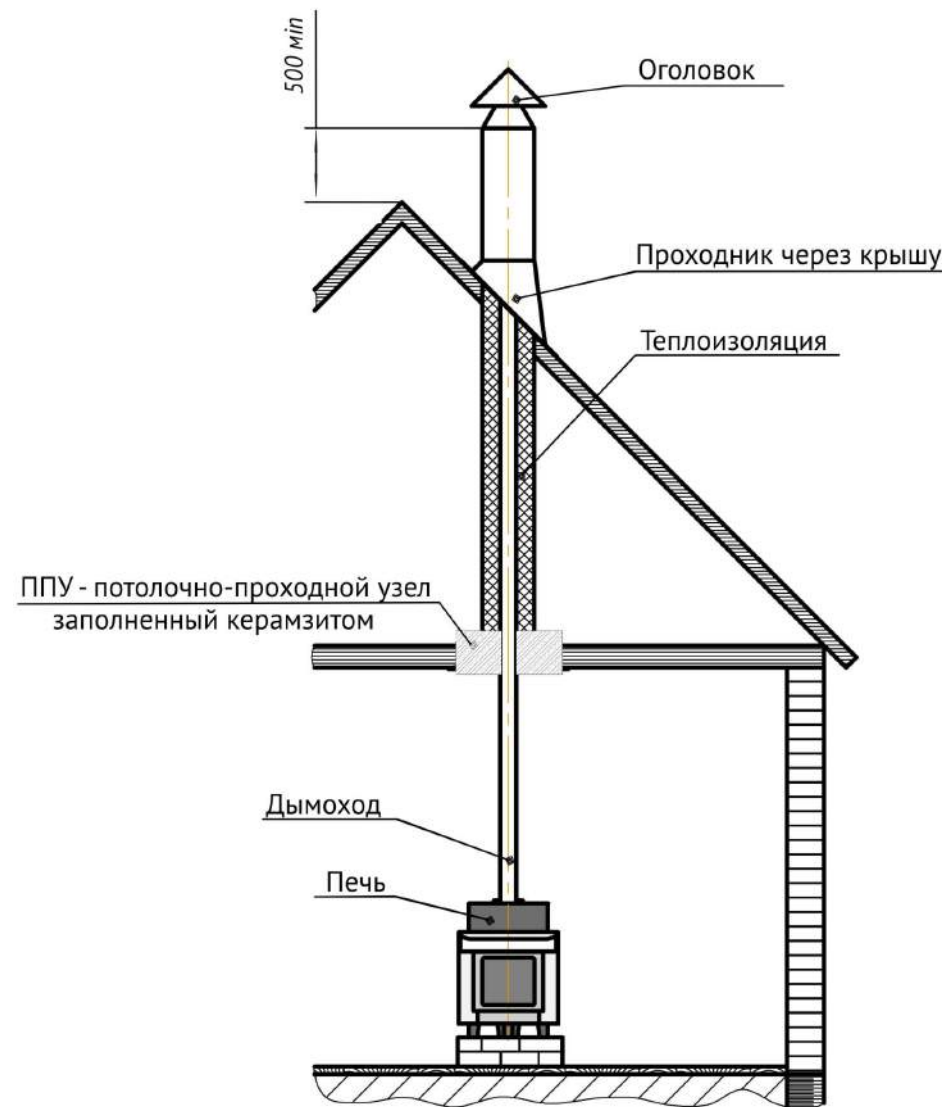

Рисунок 8.2. Монтаж дымового канала.
- 7.4.4. В потолке (рис. 8.2.) обязательно делается противопожарное отверстие под размер внешнего диаметра потолочно-проходного устройства. Снизу противопожарное отверстие закрывается металлическим листом. Пространство в потолке между трубой и отверстием заполняют противопожарной изоляцией, например, базальтовой ватой, керамзитом и т.п., и закрывают сверху металлическим листом.
7.4.5. Металлический дымоход, вне зоны парной, (рис. 8.2.), должен иметь теплоизоляцию из негорючих материалов, толщиной не менее 50 мм, для предотвращения образования конденсата. При отсутствии в помещении бани капитального дымохода устраивают насадной дымоход из металлических труб, опирающийся на потолочное перекрытие. Обязательно делается противопожарная разделка размером 600 мм на 600 мм. Трубы с изоляцией должны опираться на металлические уголки или швеллера, закреплённые на перекрытии. Снизу противопожарная разделка закрывается металлическим листом. Закрепленный ППУ (потолочно-проходной узел) необходимо заполнить негорючим материалом (керамзит).